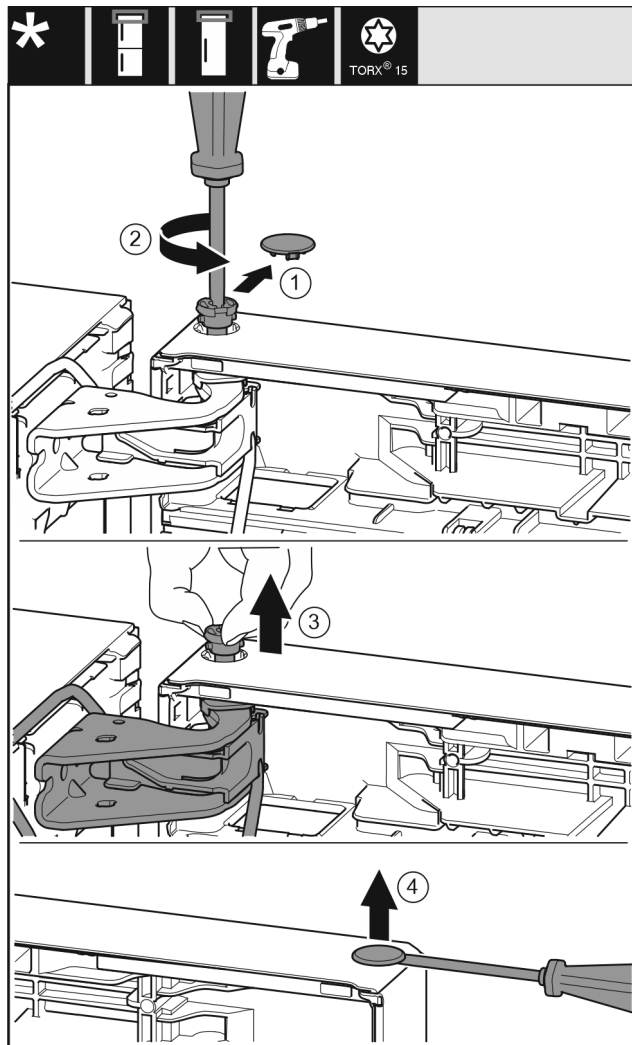

Fig. 22
- ▶ Noņemiet uzmanīgi aiztura pārsegu. Fig. 22 (1)
- ▶ Izskrūvējiet mazliet ar skrūvgriezi T15 tapu. Fig. 22 (2)
- ▶ Noturiet durvis un izskrūvējiet tapu ar pirkstiem. Fig. 22 (3)
- ▶ Paceliet uzmanīgi ar plakano skrūvgriezi un izvelciet arī aizbāzni no durvju gultņa ieliktnā. Fig. 22 (4)